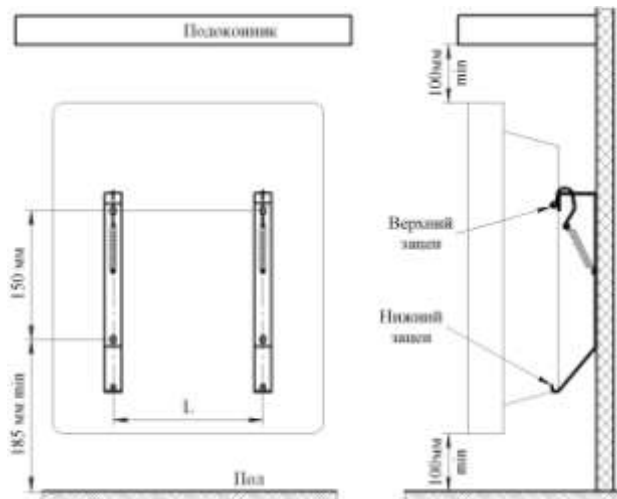

Рис. 3
5.4 Для стационарной установки конвектора выполните на стене разметку под крепёжные отверстия (см. рис. 3, табл. 2) и закрепите кронштейны для установки конвектора, любым доступным способом, обеспечив надёжное крепление конвектора в течении всего срока эксплуатации и соблюдая минимальные расстояния от поверхностей конвектора до предметов окружающей обстановки, как показано на рисунках 4, 5 (расстояния даны в сантиметрах).